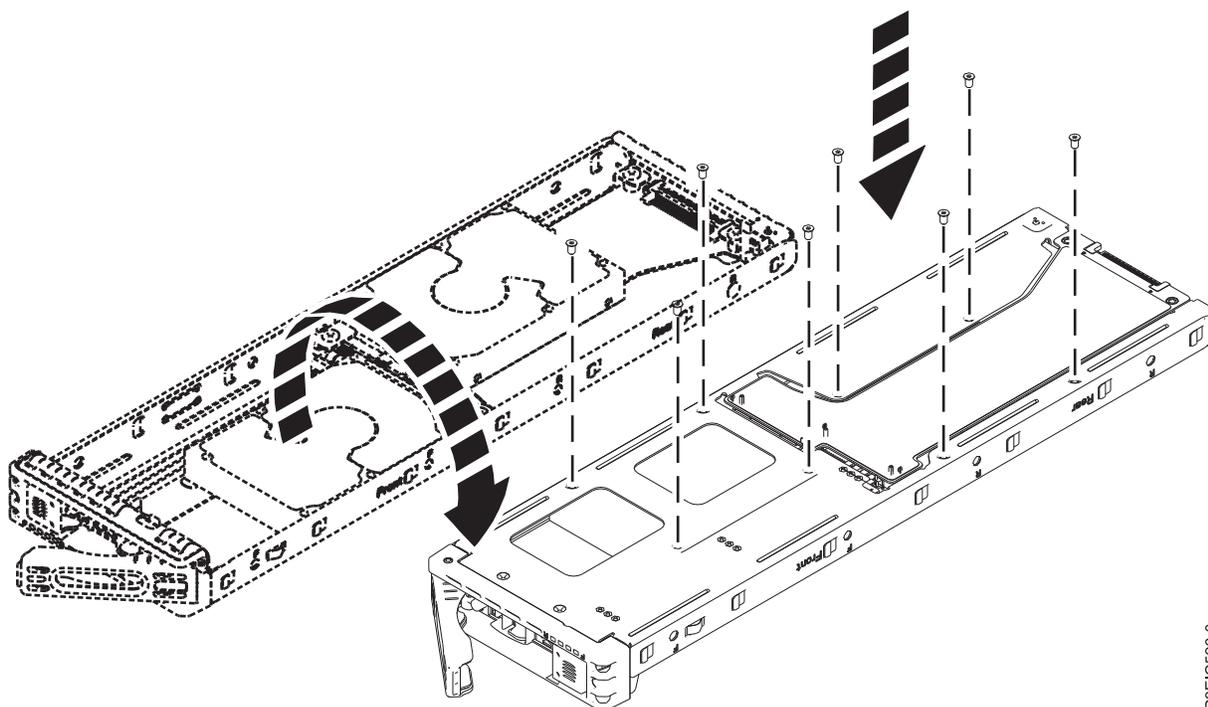

Figure 15. Emplacements des vis de l'unité 2,5 pouces
c. Fixez l'unité au bas du tiroir à l'aide de quatre vis, comme illustré dans la figure 15.